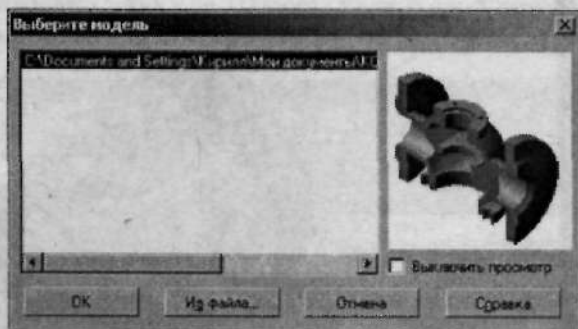

Рис. 4.47. В диалоговом окне выберите модель
9. Перейдите в окно создаваемого чертежа. На панели инструментов ассоциативные виды щелкните по кнопке  (Произвольные виды). Из появившегося диалогового окна выберите модель *Корпуса* (рис. 4.47) и щелкните по кнопке **ОК**.